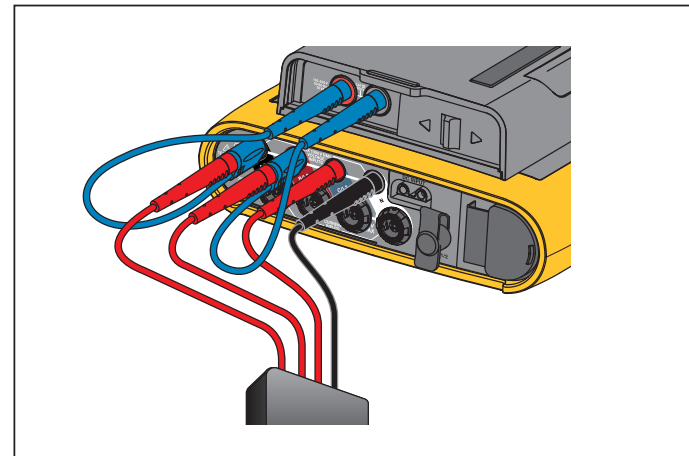

Abbildung 9. Messung ohne Neutralleiterspannung und Gerätestromversorgung
- Verbinden Sie B/L2 mit dem zweiten Netzteilengang. Siehe Abbildung 9.